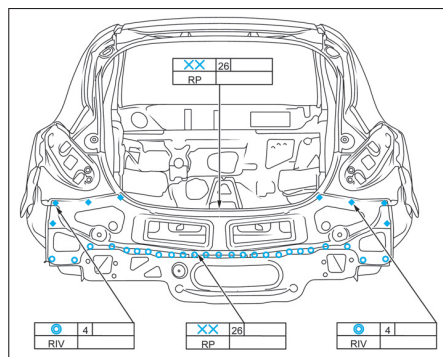
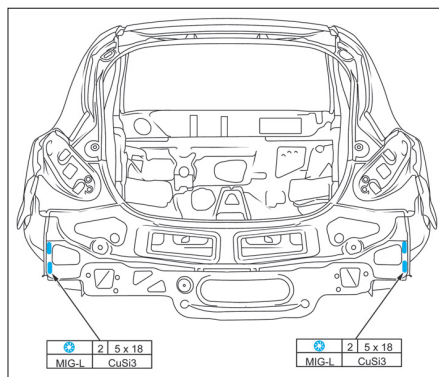

FIG. 53
FIG. 54
• Souder et riveter la section de la jupe arrière (Fig.53) et (Fig.54).